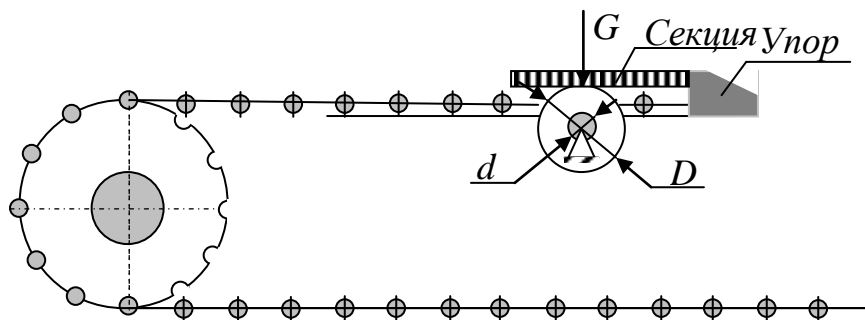

Рисунок 1- Схема перемещения секции тяговой секции
**Задача 1.** Определение мощности приводов транспортных цепей линии (рисунок 1).